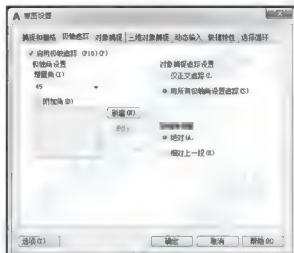

图 3.93 设置极轴追踪
(1) 将【0】图层设为当前层。
(2) 按 1:1 的比例绘制标高图形。
① 绘制 15mm 长的水平线。
② 将该水平线向下偏移 3mm。
③ 右击【极轴】按钮，在弹出的快捷菜单中选择【设置】命令，打开【草图设置】对话框，对其做如图 3.93 所示的设置。